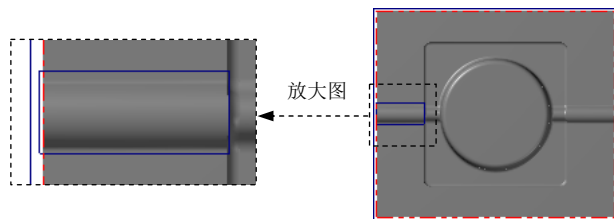

图 12.29 绘制矩形边界
Step1. 绘制矩形边界。单击顶视图 按钮，选择下拉菜单 **绘图(C)** → **矩形(R)...** 命令，系统弹出“矩形”工具栏。在“矩形”工具栏中确认 按钮未被按下，绘制图 12.29 所示的矩形边界（绘制大概的轮廓即可，具体位置可参看操作视频），单击 ☒ 按钮关闭工具栏。